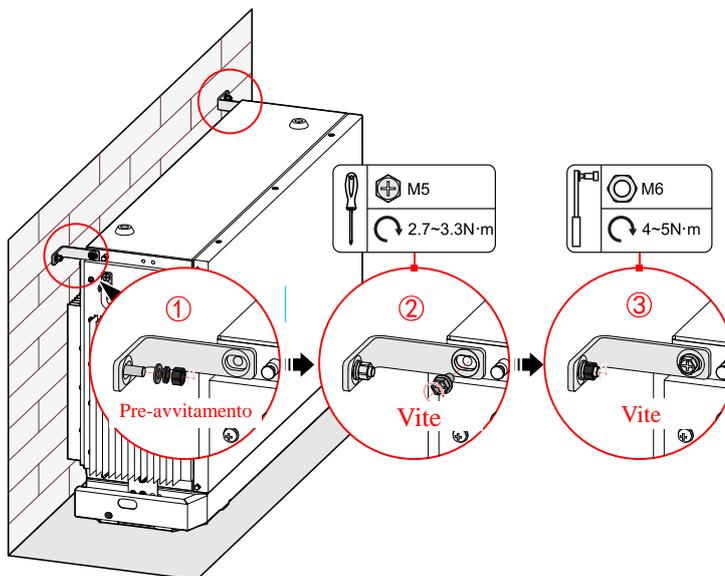

Figura 3-19 Fissare la staffa di installazione a parete (a)
2. Fissare la staffa di installazione a parete(a) del pacco batterie inferiore, come illustrato in Figura 3-19.